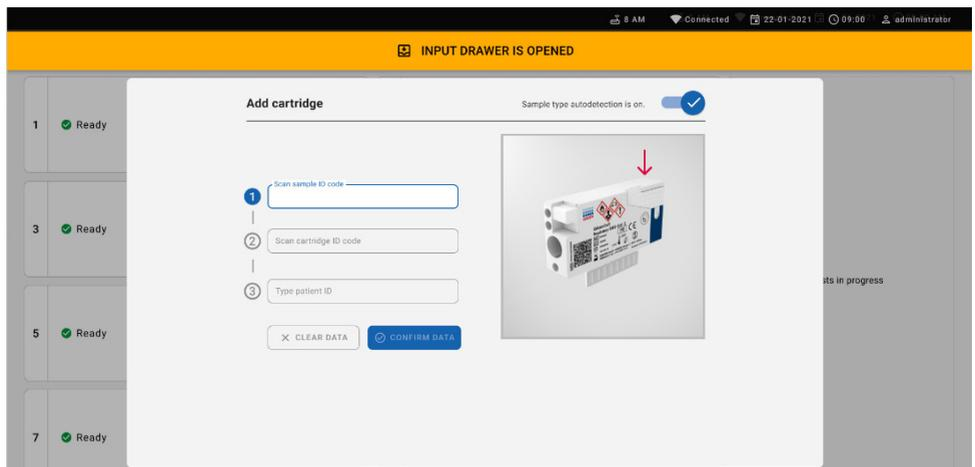

Figure 56. Écran de lecture de sample ID (l'ID d'échantillon).
7. La boîte de dialogue **Add cartridge** (Ajouter une cartouche) apparaît et le scanner situé à l'avant est activé. Balayez le code-barres d'ID de l'échantillon situé sur le dessus de la QIAstat-Dx Respiratory SARS-CoV-2 Panel Cartridge devant l'instrument (position indiquée par la flèche [figure 56]).